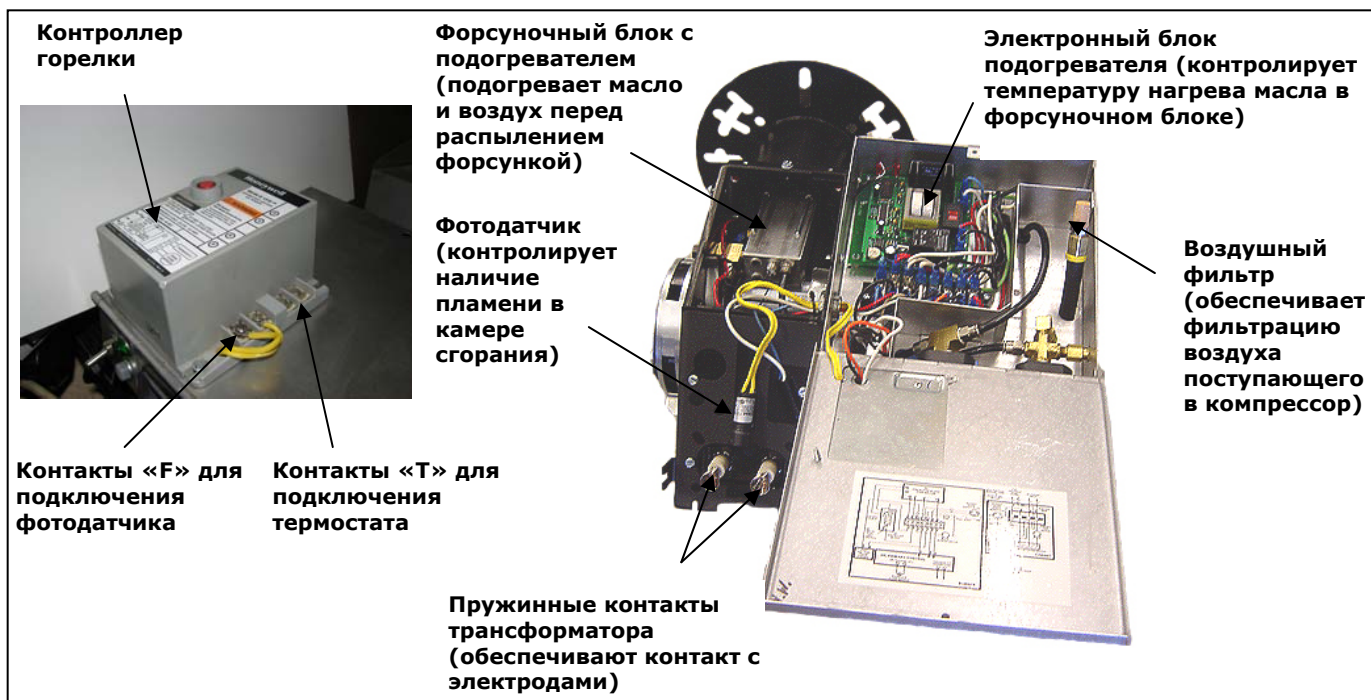

Рис. 2 Горелка с открытыми крышкой электронного блока и трансформатором
**7.2** Убедитесь что термостат, подключенный к контактам «Т» контроллера горелки (рис.2), находится в выключенном состоянии (установлен на отметку температуры меньше комнатной). Подайте напряжение на горелку включив автоматический выключатель на 16 Ампер. Переведите тумблер выключателя напряжения на горелке в положение «ON» (ВКЛ.), должен загореться зеленый индикатор питания. Дождитесь, когда подогреватель в форсуночном блоке нагреется до рабочей температуры (3 - 5 минут), загорится оранжевым цветом индикатор готовности к работе. Переведите регулятор температуры на комнатном термостате в режим нагрева, не дожидаясь истечения 15 секунд (иначе горелка выключится, перейдя в аварийный режим) соедините перемычкой или зажимом типа «аллигатор» контакты «F» контроллера горелки. Это позволит исключить из автоматики защиты горелки фотодатчик, который, не зарегистрировав пламени в камере сгорания воздухонагревателя, отключил бы горелку.